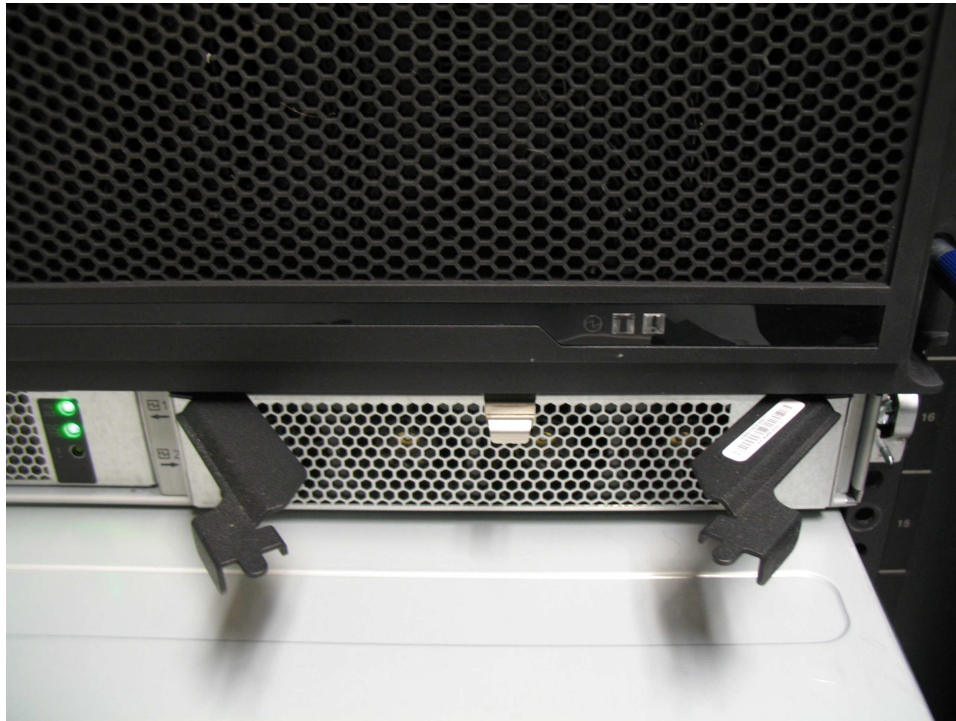

Abbildung 97. Netzteilgriffe entriegeln
4. Drehen Sie die Griffe nach außen (siehe Abb. 97 auf Seite 112).